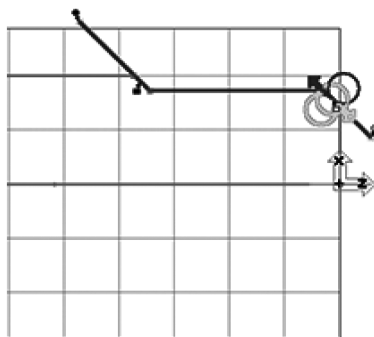

图 7-9 设置加工标记
3) 设置加工标记, 如图 7-9 所示。完成后不要删掉程序块。